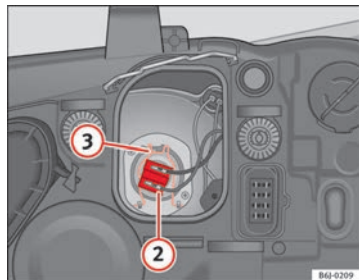

Fig. 143 Feux de croisement
- Retirez le connecteur ⇒ fig. 143 ② de l'ampoule.
- Décrochez le ressort entrebâilleur ⇒ fig. 143 ③ en le pressant vers l'intérieur et vers la droite.